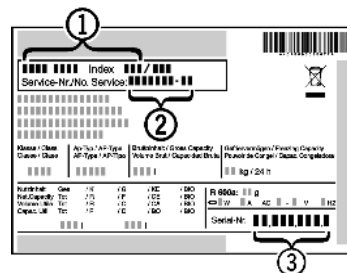

Fig. 11
- ▶ Laitteen nimitys *Fig. 11 (1)*, service-n:o: *Fig. 11 (2)* ja sarja-n:o: *Fig. 11 (3)* löytyvät tyyppikilvestä Tyyppikilpi sijaitsee vasemmalla sisäpuolella.
- ▶ Ilmoita asiakaspalveluun vika, laitteen nimi *Fig. 11 (1)*, service-n:o *Fig. 11 (2)* ja sarja-n:o *Fig. 11 (3)*.